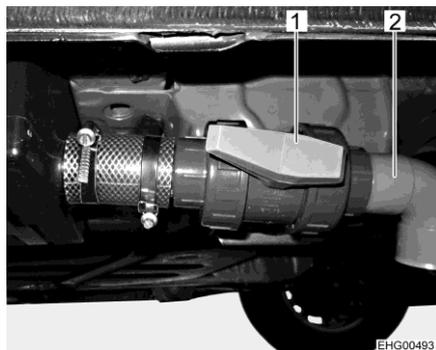

Fig. 61 Robinet de vidange pour réservoir d'eaux usées
- Ouvrir le robinet de vidange. Placer pour ce faire la poignée de commande bleue (Fig. 61,1) à l'horizontale (un quart de tour dans le sens des aiguilles d'une montre). Les eaux usées s'écoulent.